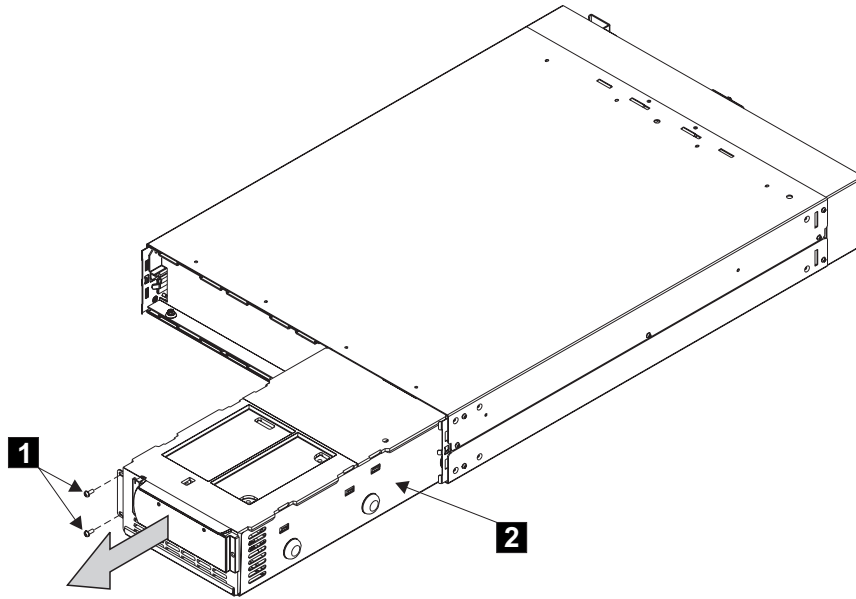

図 233. 2145 UPS 電子部品アセンブリーの取り外し
- a. 2 個のねじ **1** を除去します (592 ページの図 233 を参照)。